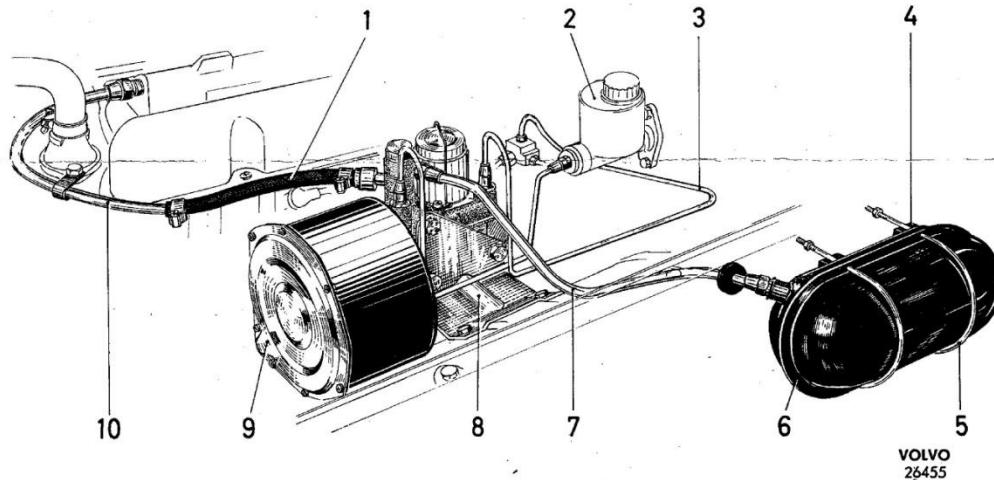

Bild 1
Servobromsen anordnas enligt bild 1. Det i huvudcylindern (2) bildade hydrauliska trycket förstärkes i servocylindern (9) varifrån det genom bromsledningar (3) går ut till hjulcyindrarna. Erforderligt vakuum erhålls från insugningsröret och vakuumtanken (6). Beträffande funktion och reparationsanvisningar för servocylindern, se verkstadshandbok P 1800 avd. 7.
The servo-brake equipment is arranged as shown in Fig. 1. The hydraulic pressure from the master cylinder (2) is intensified in the servo-cylinder (9) and taken to the wheel cylinders through the brake lines (3). The necessary vacuum is taken from the intake manifold through the vacuum tank (6). See the P 1800 Service Manual, Part 7 for a description of the function of this system and repair instructions.